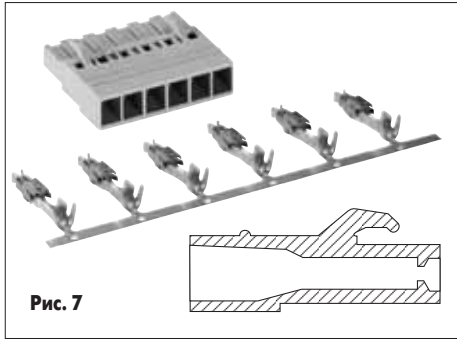

Рис. 7
1. Обжимные контакты (рис. 7). На провод специальным инструментом обжимается контакт. Усилие обжатия подобрано так, что качество соединения остается безупречным на всем протяжении срока службы контакта. Сила сжатия материалов в момент обжима настолько велика, что поверхностные окислы разрушаются, вследствие чего гарантиру-